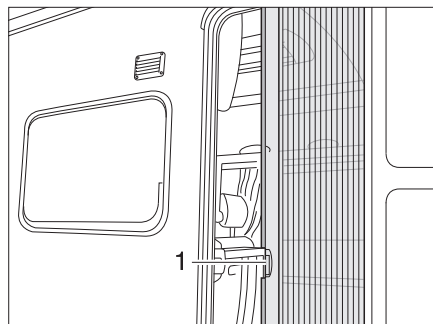

Bild 47 Insektenschutz
**Öffnen:** ■ Insektenschutz an dem Griff (Bild 47,1) ganz herausziehen.
**Schließen:** ■ Insektenschutz an dem Griff (Bild 47,1) zurückschieben.